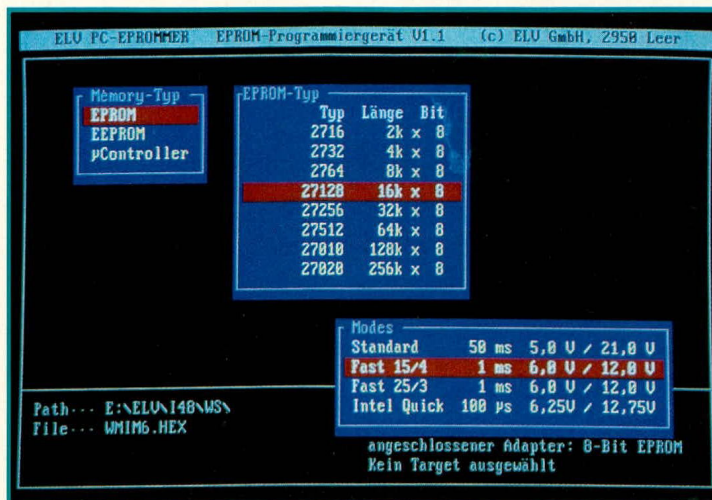

Bild 1:
- Menüfeld: Hier kann der Anwender aus einer Anzahl vorgegebener Daten oder Funktionen seine Wahl treffen (z. B. EPROM-Auswahl, siehe Bild 1).